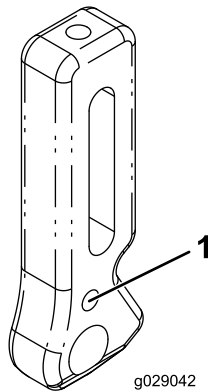

Figure 1
**Remarque:** Les anciens modèles série Reelmaster 5010 n'ont pas toujours de trou fileté dans les supports de hauteur de coupe avant dont vous avez besoin pour monter ce kit (Figure 1). Si les supports n'ont pas de trou fileté, commandez des supports de rechange (réf. Toro 125-2796) auprès de votre concessionnaire Toro agréé. Montez les supports de rechange avant de monter la tige du bac ou du groomer.